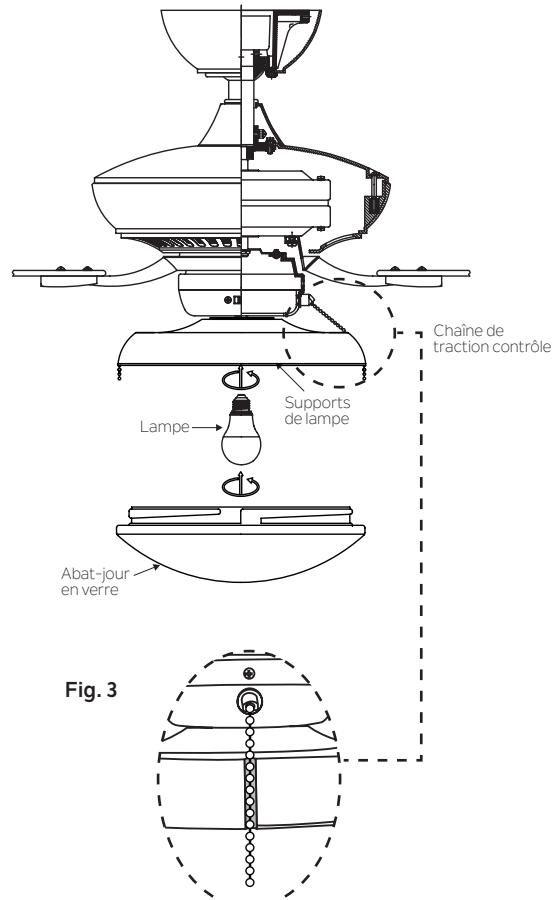

Fig. 3
1. Installez la lampe LED E26 de 9 watts (fournie) sur la douille du luminaire. (Fig.3)
2. Fixez l'abat-jour en verre au luminaire en tournant l'abat-jour en verre dans le sens des aiguilles d'une montre. NE PAS TROP SERRER. (Fig.3)